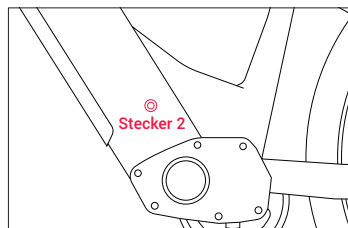

Abbildung 2
Schritt 3: Entfernen Sie die Gummiabdeckung an der Ladebuchse und stecken Sie den DC-Stecker (Stecker 2) des Ladegeräts in die Akkuladebuchse (Abb. 2).